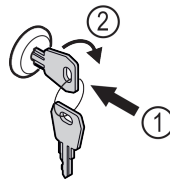

Fig. 164
- Schlüssel hineindrücken. Fig. 164 (1)
- Schlüssel um 90° im Uhrzeigersinn drehen. Fig. 164 (2)